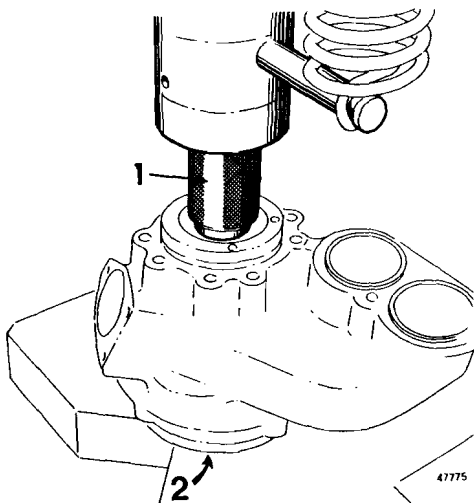

Fig. 247
- 15 Montar la rueda de álabes junto con el eje en una prensa, montar el 9993656 debajo de la rueda de álabes. Lubricar el retén de la rueda de álabes con agua jabonosa y montar el cuerpo de la bomba en la rueda de álabes. Poner la arandela deflectora con el borde alto del diámetro interior hacia arriba en el extremo del eje y montar el cojinete en éste introduciéndolo y también la arandela, véase fig. 247.